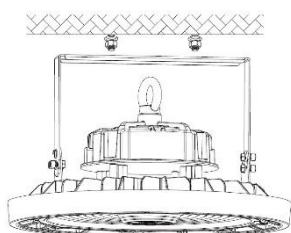

Figure 3
- 8: Le kit de surface est fourni avec des ancrages. Percez (2) trous de 10 mm dans le plafond. Utilisez le support comme modèle.
- 9: Utilisez un marteau pour marteler les ancres fournies dans les trous. (Figure 3)